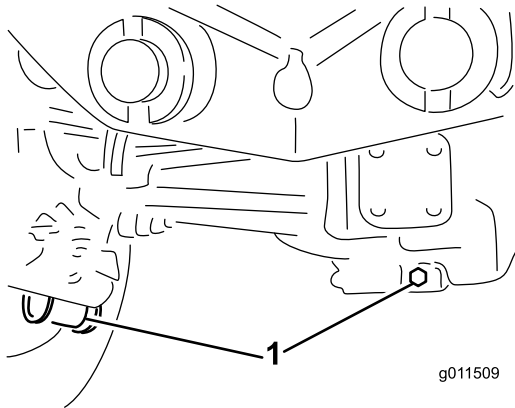

Figura 91
2. Pulite attorno ai tre tappi di spurgo, uno per lato ed uno in centro (**Figura 91**).